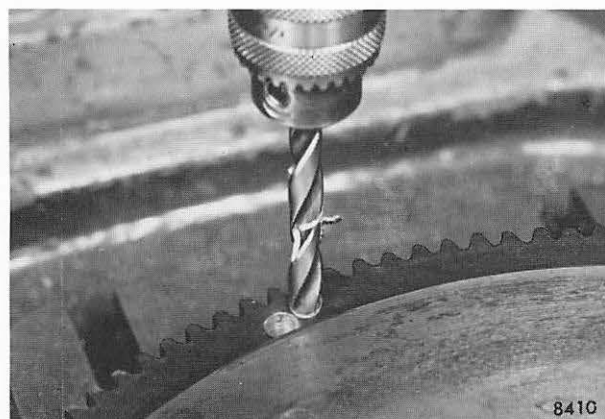

Abb. 327 Zahnkranz anbohren
1. Zahnkranz ankörnen und mit zwei Bohrungen von 7 oder 8 mm Ø, Abb. 327, versetzt anbohren.